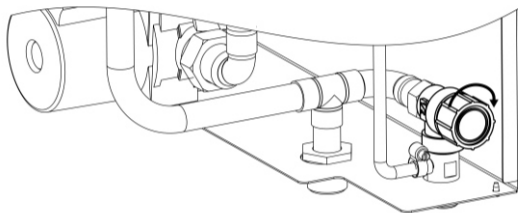

Рисунок 33. Поворот крышки клапана
14.4 В начале отопительного сезона перед запуском прибора необходимо выполнить промывку предохранительного клапана – повернуть поворотную крышку в направлении стрелки (см. рис. 33).